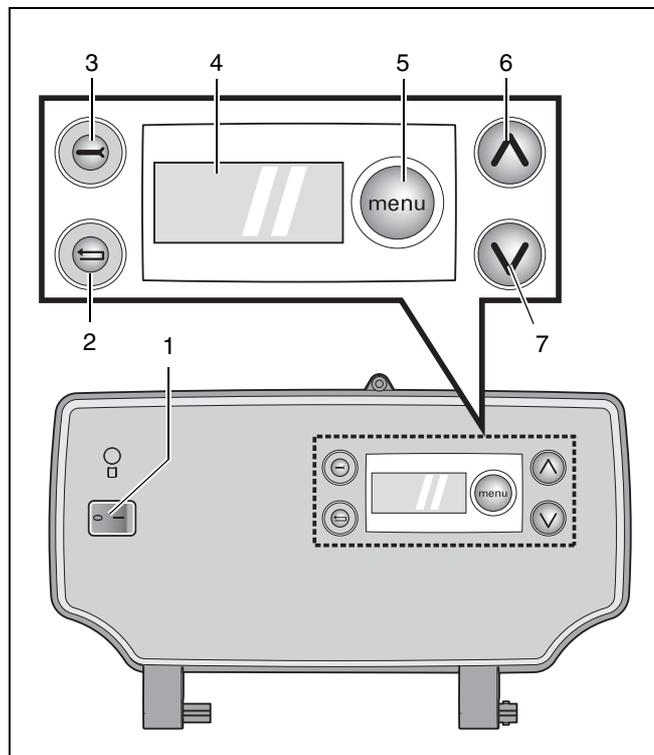
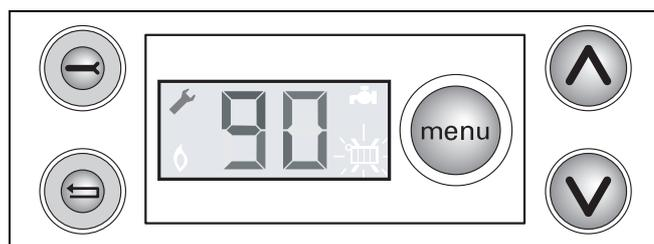
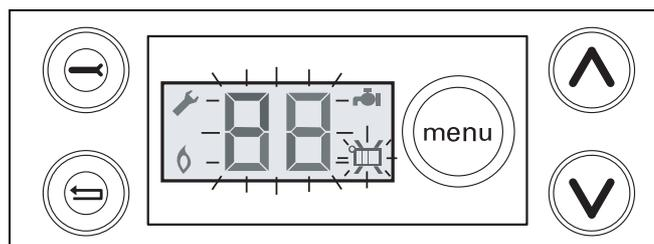

Fig. 13 Tableau de commande
Fig. 14 Tableau de commande avec clé de serrage en mode de service
Fig. 15 Menu réglages du tableau de commande
En appuyant sur l'interrupteur principal (fig. 13, pos. 1), vous pouvez mettre en marche ou couper l'alimentation électrique de l'appareil.
Si un code de défaut s'affiche sur l'écran par un défaut clignotant, l'appareil peut être redémarré en appuyant sur la touche "Reset"  (fig. 13, pos. 2).
Après avoir appuyé sur la touche de service  (fig. 13, pos. 3) l'appareil de chauffage fonctionne en mode de service (fig. 14). Voir menu 2: "Mode de service", page 19.
L'écran (fig. 13, pos. 4) affiche tous les réglages ainsi que tous les codes de défaut (fig. 15).
Faire défiler le menu de réglage de la chaudière sur le tableau de commande à l'aide de la touche de menu , touche  et touche  (fig. 13, pos. 5, 6 et 7) et de l'écran.